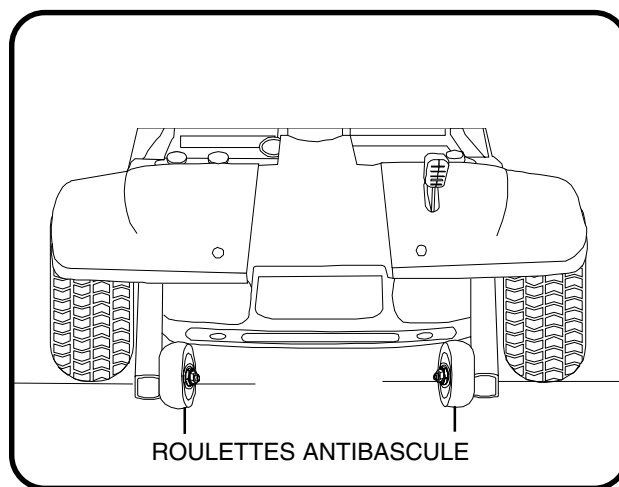

Figure 10.3 Roulettes antibascule
- Assurez-vous que les roulettes antibascule ne frottent pas sur le sol lorsque vous roulez (fig. 10.3).